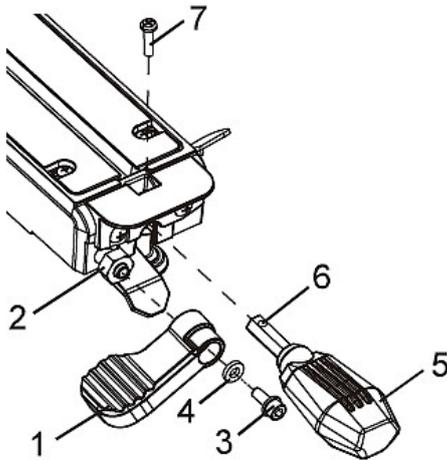

Abb. 7: Verriegelungshandgriff für den Neigungswinkel
Schritt 1: Den Winkelverriegelungsgriff (1) in einem Winkel von ca. 30 ° auf die Welle (2) setzen, wie in Abb. 7 gezeigt.
Schritt 2: Führen Sie die Sechskantschraube (3) durch die Unterlegscheibe (4) in den Gehrungsverriegelungsgriff (1).
Schritt 3: Ziehen Sie die Schraube (4) mit dem 5 mm Inbusschlüssel fest.
### Anbringen des Gehrungshebels (Abb. 7)